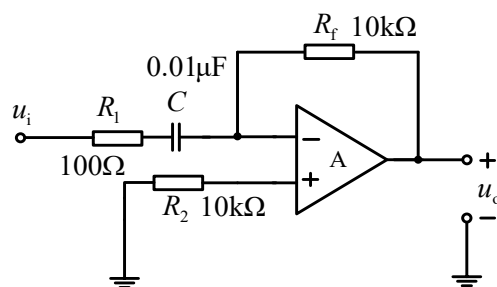

图 6-8 实际的微分电路
实际微分电路如图 6-8 所示。由于电容 C 的容抗随输入信号的频率升高而减小，因此输出电压随频率升高而增加，为限制电路的高频增益，在输入端与电容 C 之间加入一个小电阻。
- ① 按图 6-8 的电路，推导出 u_o 的表达式。_____
- ② 按上面电路图要求选择电路元件，接好电路。
- ③ 调节函数信号发生器，使之输出频率为 1kHz，峰峰值为 2V 的三角波，作为电路的输入电压 u_i 。
- ④ 检查后，接通 $\pm 15V$ 电源。
- ⑤ 记录输入电压和输出电压的波形（包括幅值、频率等参数）。